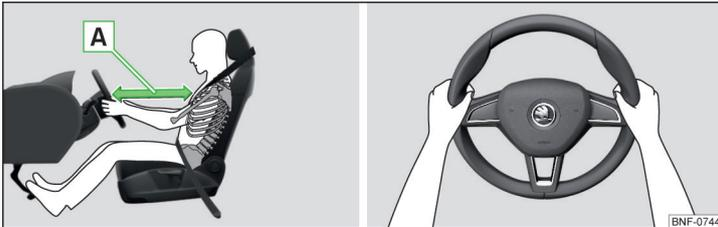

Abb. 2 Richtige Sitzposition des Fahrers / Richtige Lenkradhaltung
- ✓ Den Fahrersitz so einstellen, dass die Pedale mit leicht angewinkelten Beinen völlig durchgetreten werden können und der Abstand zwischen Lenkrad und Brustbein mindestens 25 cm beträgt » Abb. 2 - **A**.
- Während der Fahrt das Lenkrad mit beiden Händen seitlich am äußeren Rand in der „9-Uhr“- und „3-Uhr“-Position festhalten » Abb. 2. Niemals das Lenkrad in der „12-Uhr“-Position oder in einer anderen Art und Weise festhalten (z. B. in der Lenkradmitte, am inneren Lenkradrand u. Ä.). Anderenfalls könnte man sich bei der Airbagauslösung schwere Verletzungen an Armen, Händen und Kopf zuziehen.